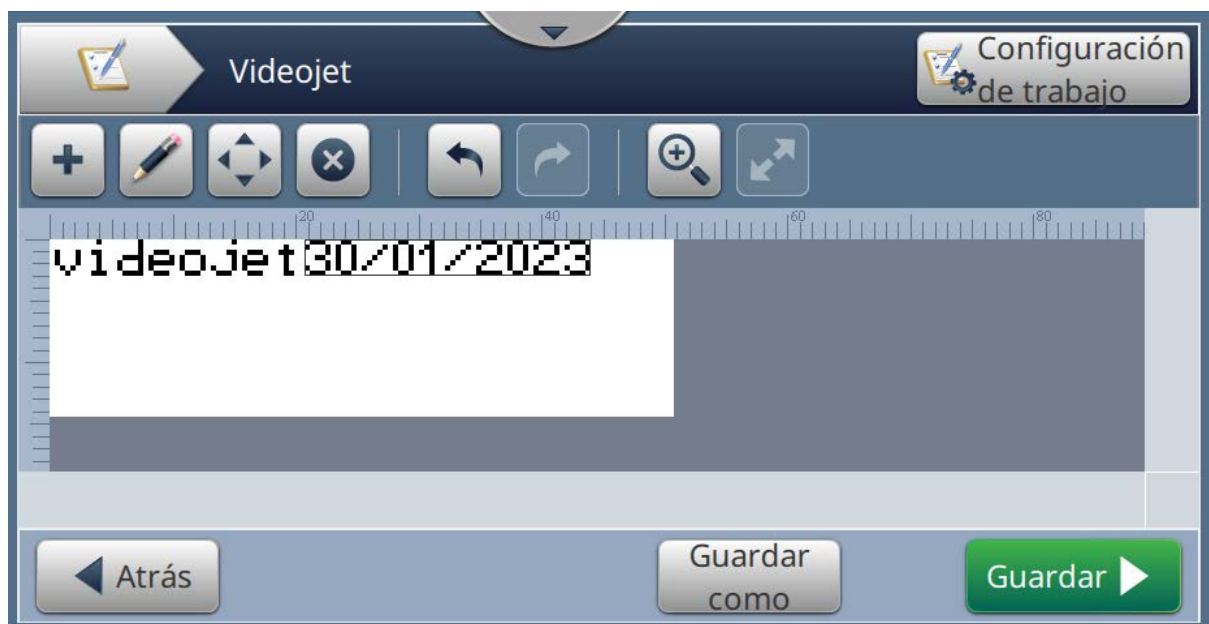

Figura 5-26: Campo de fecha
21. Pulse el botón  para guardar los cambios efectuados. El campo de fecha queda insertado en el trabajo, como se muestra en la Figura 5-26.